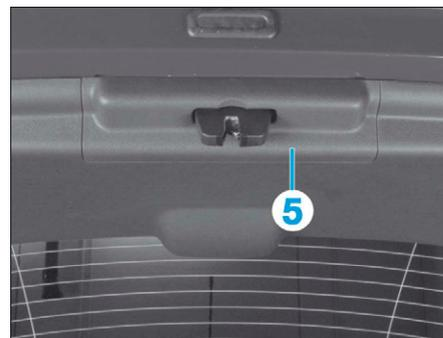

FIG. 57
- le cache serrure (5) (Fig.57),